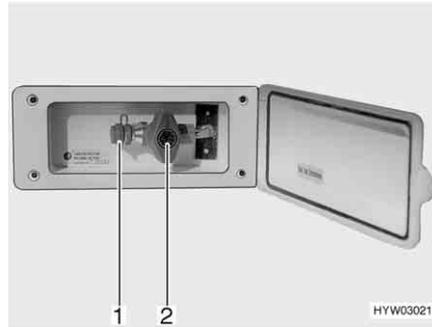

Fig. 102 Toma exterior de gas, válvula de paso de gas cerrada
La toma externa de gas (Fig. 102) está, en función del modelo, en la parte trasera o en el lado izquierdo o derecho del vehículo.
- Conectar el aparato de gas externo en el punto de conexión (Fig. 102,1).
- Abrir la válvula de paso de gas (Fig. 102,2).